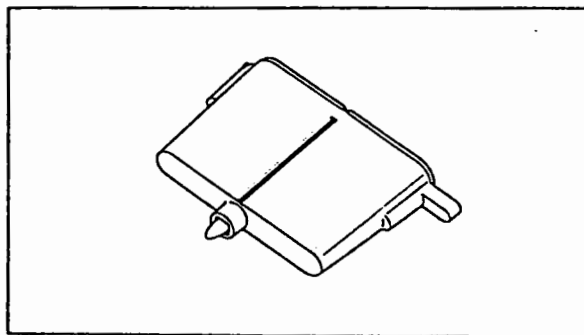

図 3.10
- (1) フェルトペンは図3.10のようにプラスチック製で前面と上面にインクの色線が入っています。